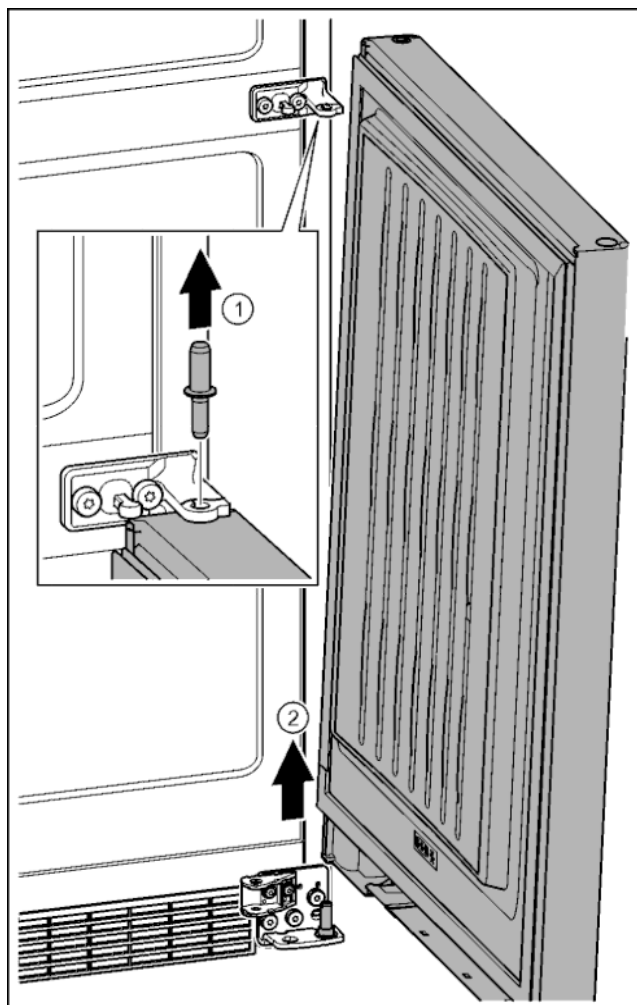

Fig. 26
- ▶ Извлечь пальцы движением вверх. Fig. 26 (1)
- ▶ Отклонить дверь, приподнять вверх и отставить в сторону. Fig. 26 (2)